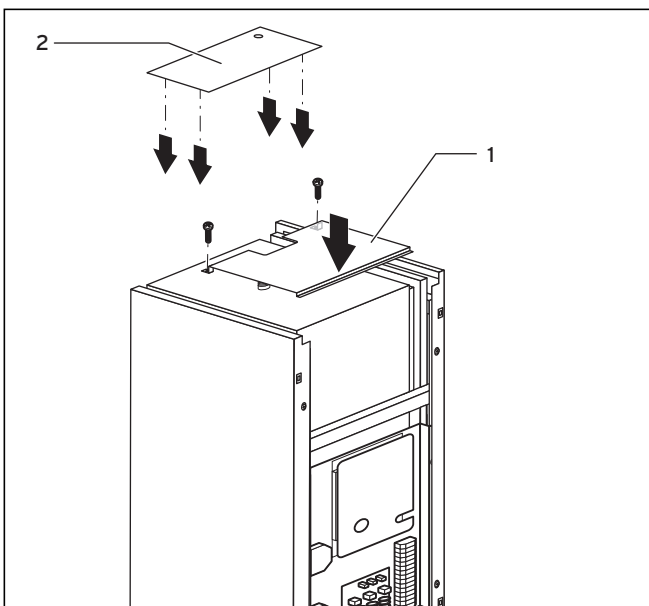

Bild 6.20 Montera övre inklädnadsdelen
- Tryck in clipsfästena på den bakre övre täckplåten (bild 6.20, pos. 2) i motsvarande öppningar på sidoplåten, tryck in dem så att de hakar fast ordentligt.